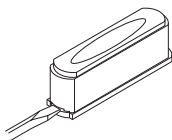
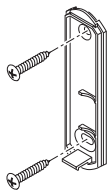

Figure 1
Figure 4
1. Retirez la languette orange de la pile du bouton-poussoir. Ôtez la partie arrière du boîtier en enfonçant la patte du bas au moyen d'un petit tournevis (voir la Figure 1). Retirez la languette orange.
- **Au moyen de vis :** Pour faire l'installation avec les vis, enlevez le dos du boîtier en poussant sur les agrafes de la base avec un tournevis (voir la Figure 1). *Remarque :* Enlevez les débris des trous de vis (au besoin) avant d'installer les vis. Fixez le dos du boîtier au chambranle ou au mur (voir la Figure 4). Enclenchez la partie avant de l'unité de bouton-poussoir en place.